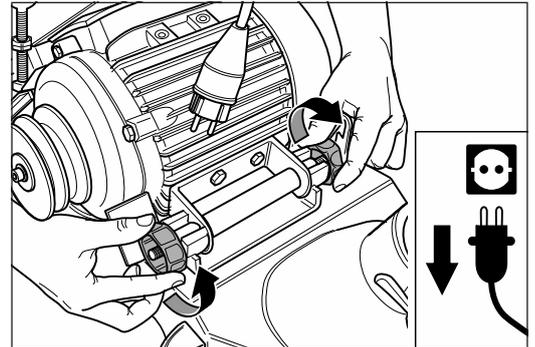

Abb. 28 Die beiden Motormuttern lösen.
- 5 Lösen Sie die beiden Motormuttern an der Motoraufhängung (Abb. 28).